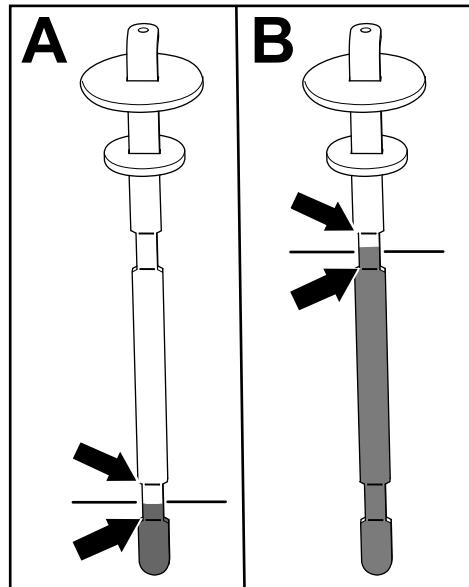

図 79
5. ディップスティックを抜いて油量を点検する図 79。
2 本のマークの間であれば適切 A 図 79。その下のマークより上でもOK。
- **油圧駆動式アタッチメント用ホースキット**を搭載している場合オイル量がディップスティックについている上側の 2 本のマークの間であれば適切 B 図 79。